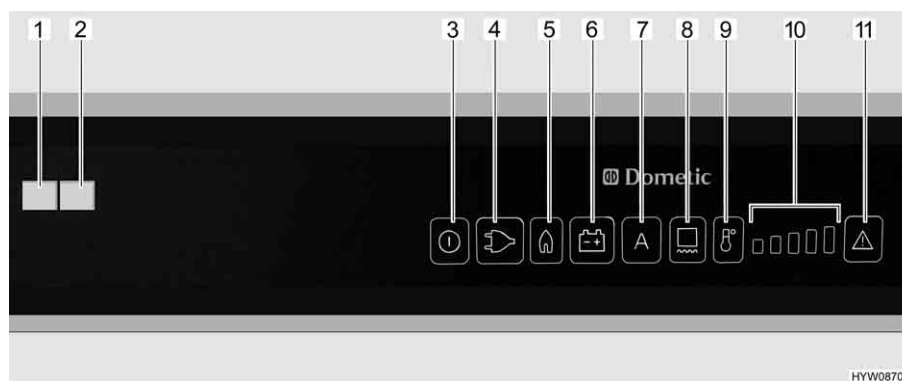

Fig. 198 Boutons de commande pour le réfrigérateur (Dometic RMD)
Quand le mode de fonctionnement est réglé sur "AES", qu'**aucune** alimentation 230 V n'est raccordée et que le moteur du véhicule est à l'**arrêt**, l'AES choisira l'alimentation en gaz. Dès que le fonctionnement au gaz est activé, la veilleuse de sécurité s'ouvre automatiquement, de sorte que le gaz peut arriver au brûleur. En même temps, l'allumage électronique est connecté. Si la flamme s'éteint, p. ex. en raison d'un courant d'air, l'allumage s'active automatiquement et rallume le gaz. En cas de dérangement du régime au gaz, les touches lumineuses "Gaz" (Fig. 198,5) et "Dérangement" (Fig. 198,11) clignotent. Le voyant de contrôle "Dérangement" (Fig. 198,1) s'allume et une alarme acoustique retentit pendant 20 secondes.
Lorsque le réfrigérateur est mis en marche, il choisit automatiquement la température moyenne du thermostat. Ce réglage peut cependant être corrigé manuellement à l'aide de la touche de sélection du degré de température (Fig. 198,9). Les voyants de contrôle (Fig. 198,10) indiquent le réglage du thermostat sélectionné. La température de réfrigération des trois types d'énergie se règle avec la touche de sélection du degré de température. Il faudra attendre quelques heures jusqu'à ce que le réfrigérateur ait atteint sa température normale de réfrigération. Il garde toutefois son réglage de température lorsqu'on change d'un mode à un autre. La température de réfrigération est maintenue indépendamment du type d'énergie choisi.
- Régler le chauffage du cadre pour une durée de 2 heures : Appuyer une fois sur la touche (Fig. 198,8). Une barre d'affichage des degrés de température (Fig. 198,10) s'allume.
- Régler le chauffage du cadre pour une durée de 5 heures : Appuyer deux fois sur la touche (Fig. 198,8). Deux barres d'affichage des degrés de température (Fig. 198,10) s'allument.
- Régler le chauffage du cadre sur fonctionnement permanent : Appuyer trois fois sur la touche (Fig. 198,8). Trois barres d'affichage des degrés de température (Fig. 198,10) s'allument.
L'affichage des degrés de température (Fig. 198,10) indique pendant quelques secondes la durée de fonctionnement du chauffage du cadre.
En cas de températures extérieures élevées et d'humidité importante de l'air, il est possible que des gouttes d'eau se forment au niveau du cadre métallique du compartiment congélation. C'est pourquoi le réfrigérateur est équipé d'un chauffage du cadre pour le compartiment congélation. En cas de températures extérieures élevées et d'humidité importante de l'air, allumer le chauffage du cadre grâce à la touche (Fig. 198,8). Ceci permet d'éviter la corrosion. Lorsque le chauffage du cadre est activé, la touche lumineuse (Fig. 198,8) est allumée.
- Appuyer sur la touche Marche/Arrêt (Fig. 198,3) pendant env. 2 secondes. Le réfrigérateur s'enclenche, le dernier type d'énergie choisi ou "AES" est indiqué.
- Régler la température de réfrigération souhaitée à l'aide de la touche de sélection du degré de température (Fig. 198,9). Les voyants de contrôle (Fig. 198,10) indiquent le réglage du thermostat sélectionné.
- Appuyer sur la touche Marche/Arrêt (Fig. 198,3) pendant env. 2 secondes. Le réfrigérateur s'éteint, plus aucun indicateur n'est allumé.